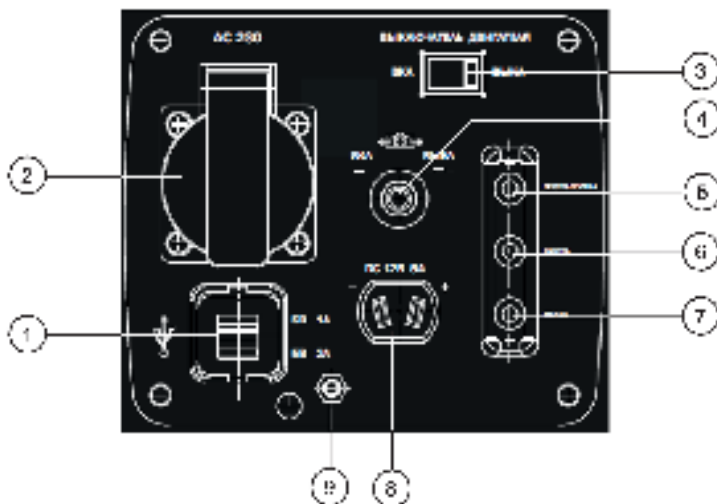

Рис. 2
4. Установите выключатель двигателя 3 (Рис. 2) в положение «Вкл»
2. Установите выключатель двигателя 3 (Рис. 2) в положение «Выкл.».